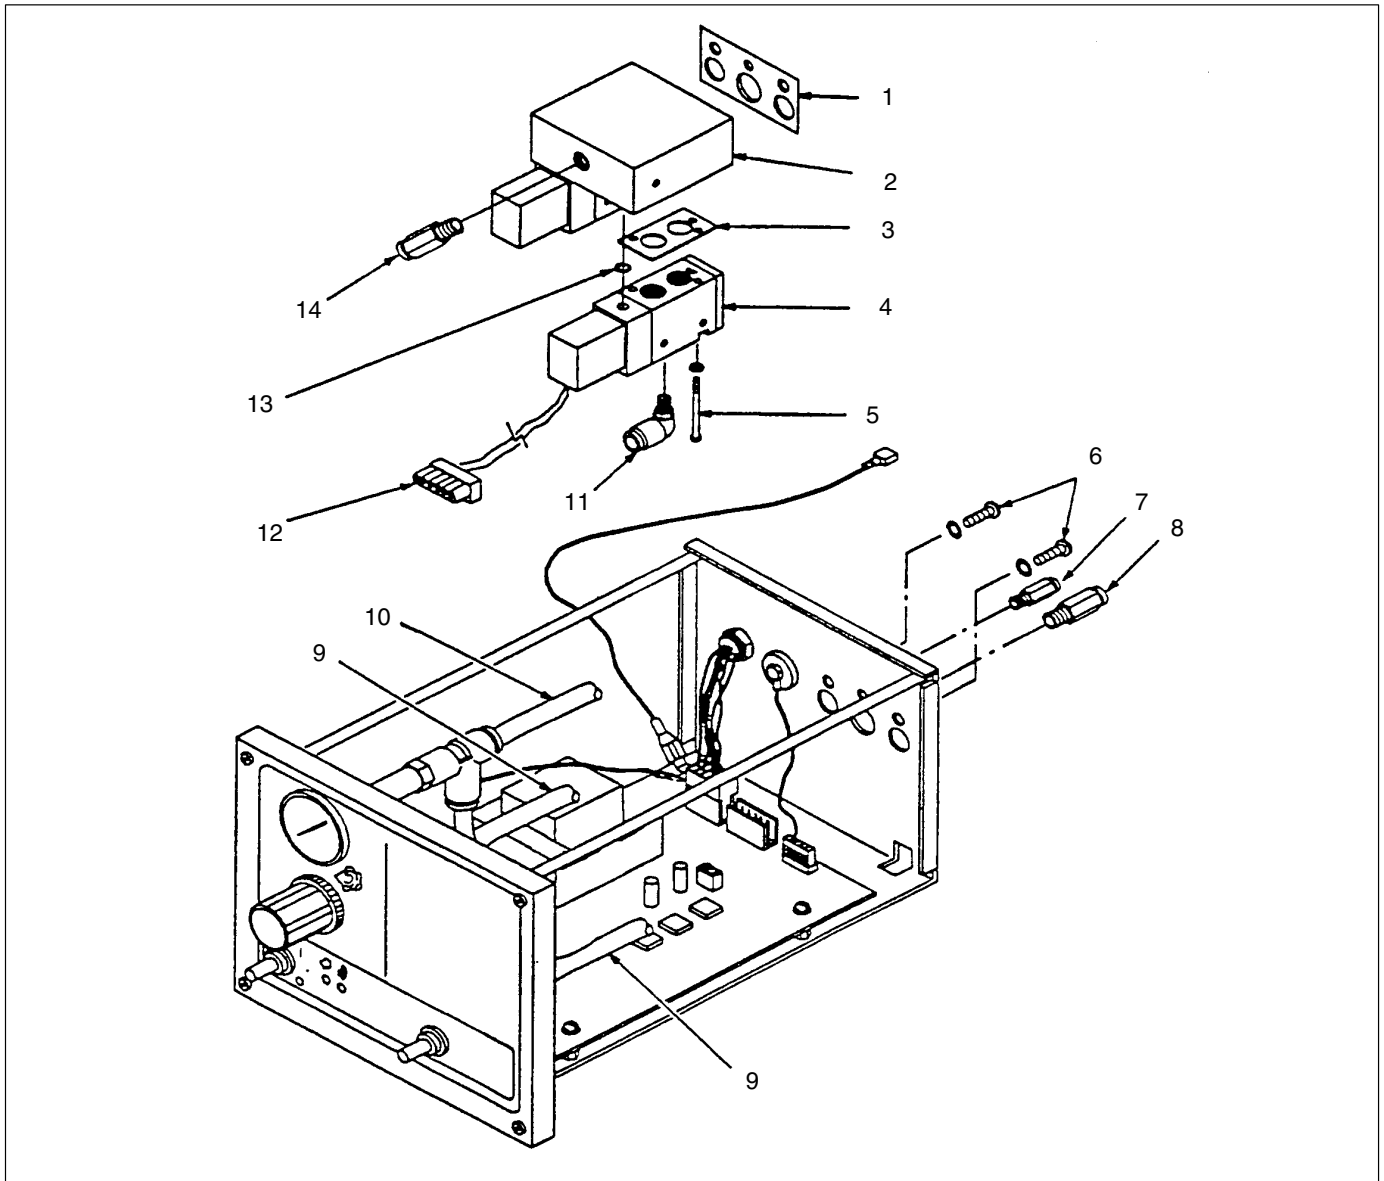

Fig. 6-2 Remplacement de l'électrovanne
2. Cf. fig. 6-2. Débrancher la conduite pneumatique (9) du nipple (14) du distributeur (2) et la conduite (10) du coude (11).
4. Débrancher le connecteur à fiche (12) de la prise J4 de la carte.
5. Retirer les deux vis et les deux rondelles (6) fixant le distributeur sur le panneau arrière. Retirer le joint entre le distributeur et le panneau arrière (1). Mettre les vis et les rondelles de côté pour réutilisation.
6. Retirer les vis et rondelles (5) fixant l'électrovanne sur le distributeur. Mettre les vis et les rondelles de côté pour réutilisation.
7. Retirer l'électrovanne, les joints d'étanchéité (3) et les joints toriques (13) du distributeur. S'ils sont en parfait état, mettre de côté les joints toriques et les joints d'étanchéité pour réutilisation.
8. Débrancher les conducteurs de l'électrovanne du connecteur (12).
9. Démonter le coude (11) de l'électrovanne.